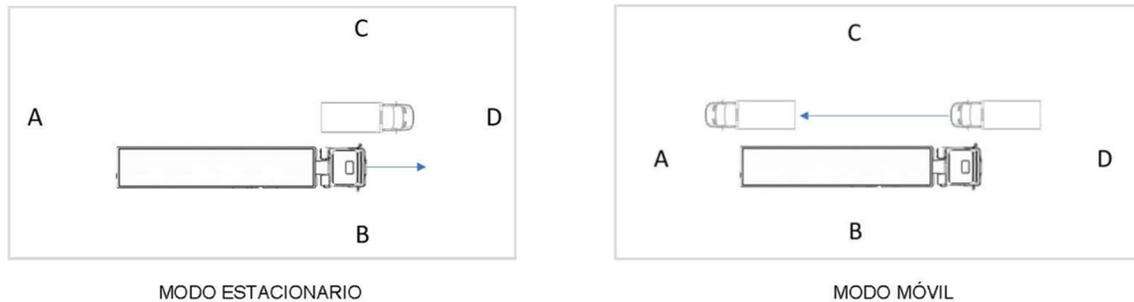

Figura 2. Puntos que medir en AS&E ZBV
- c. El ESR y/o AESR realizan las mediciones de la máxima tasa de dosis durante un escaneo en los puntos indicados en la figura 2.